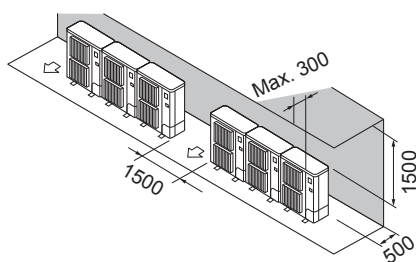

Fig. 2-10
- ② Solo ostacoli posteriori e superiori (Fig. 2-10)